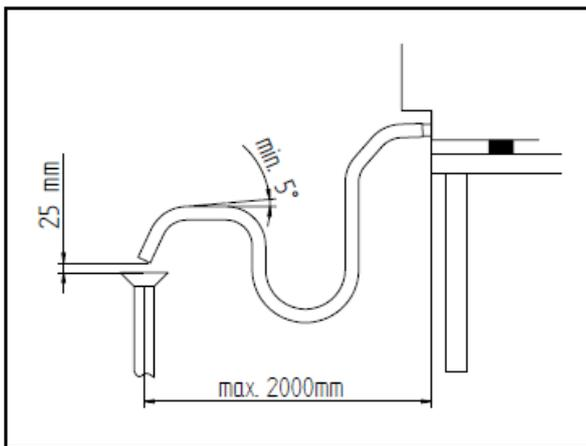

FIG. 1
**Scarico acqua** - Dal retro dell'apparecchio esce un tubo di scarico (vedi Fig.1) che consente il drenaggio della camera di cottura. A questo tubo va collegata una tubazione con un diametro interno di 30 mm (DN 30) resistente alle temperature del vapore (90°C-100°C). Per evitare strozzature è consigliabile che la tubazione sia del tipo rigido e che lungo il percorso di scarico non presenti curve "a gomito".